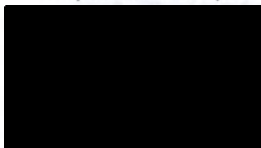

Рисунок 41. Параметры ELC
1. Перейдите к опции **ELC Settings** (Параметры ELC) и нажмите **Select** (Выбрать) для выбора данной опции. Откроется окно параметров ELC (Рисунок 41).